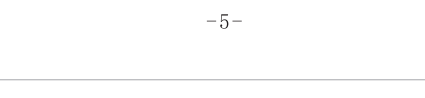

图6-2
4.1.1 ZCD-1224-XXX全自动智能充电机面板部如图6-2: